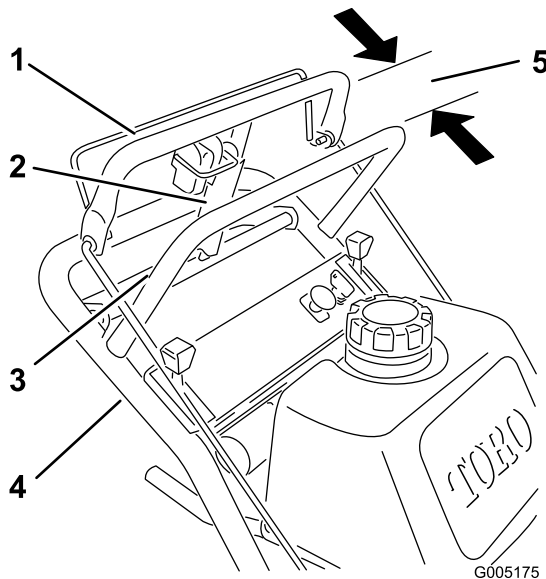

Figura 40
1. Compruebe el espacio entre la barra de control superior y la barra fija con la transmisión de las ruedas totalmente engranada. El espacio debe tener aproximadamente de 25 a 32 mm ((1 to 1-1/4 pulg.) (Figura 40).